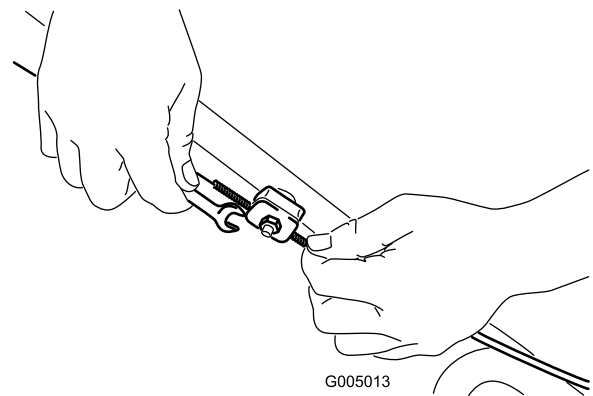

Bild 23
1. Lösen Sie die Kabelstützenmutter (Bild 23).